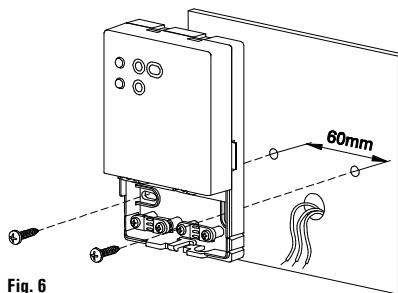

Fig. 6
- 5 Monter pladen på væggen ved hjælp af de to skruehuse med en afstand af 60 mm fra centrum til centrum (anvend de medfølgende skruer og/eller dyvler) - Fig. 6.